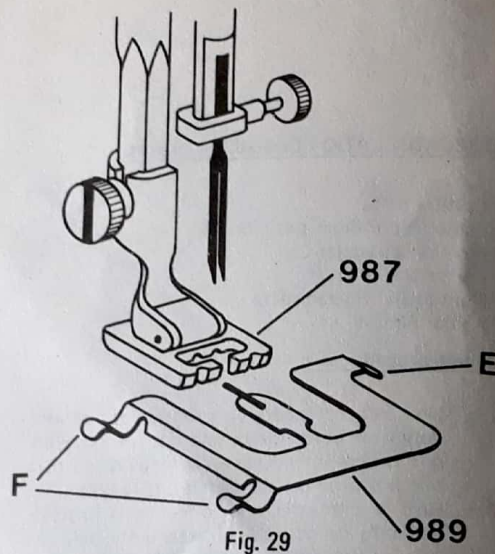

Fig. 29
- 1.— Una vez colocado el prensatelas Nro. 987, y la aguja doble, se deberá hacer lo mismo con la plaquita 989. Esta última se coloca así: la aleta E debe introducirse en el agujero de la chapa aguja; luego presione la plaquita hacia abajo sujetándola con la placa corrediza de modo que las dos aletas F queden bajo la misma placa corrediza (Fig. 29)